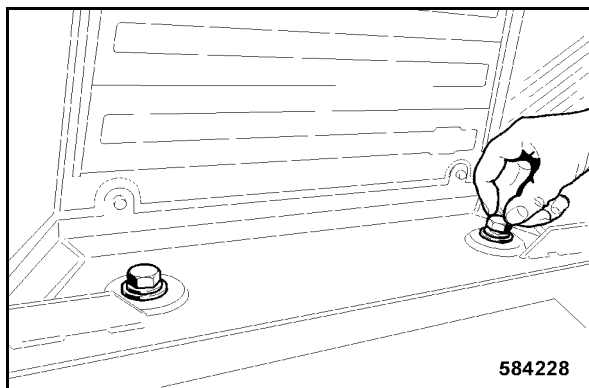

Fig. 211
- Visser à la main les deux vis de fixation (Fig. 211) dans la partie arrière de la cabine.